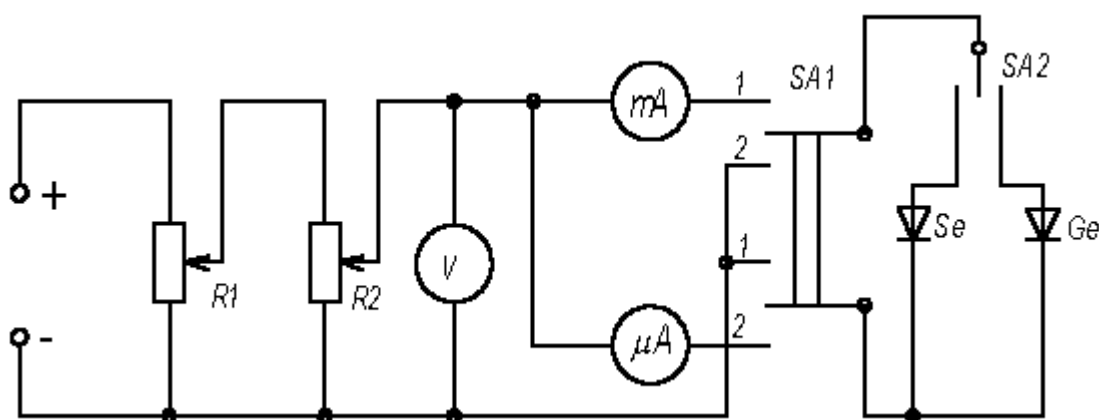

Рисунок 5
Схема установки для снятия вольтамперных характеристик изображена на рис. 5. Напряжение от источника постоянного тока через делители напряжения  $R1$  и  $R2$  поступает на исследуемый диод. В зависимости от положения переключателя  $SA2$  оно подастся либо на германиевый, либо на селеновый диод. Переключателем  $SA1$  изменяют направление тока, текущего через диод. Прямой ток измеряют миллиамперметром, обратный – микроамперметром.
1. Ознакомиться со схемой установки (рис. 5). Перед подключением источника постоянного тока оба потенциометра должны быть полностью введены.